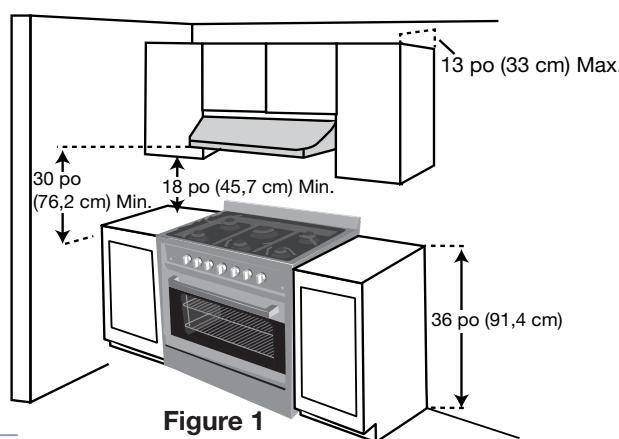

Figure 1
- Dans la zone de travail près de l'appareil, il faut prévoir un espace de dégagement d'au moins 45,7 cm (18 po) entre le comptoir et le bas de l'armoire. (Voir la figure 1).